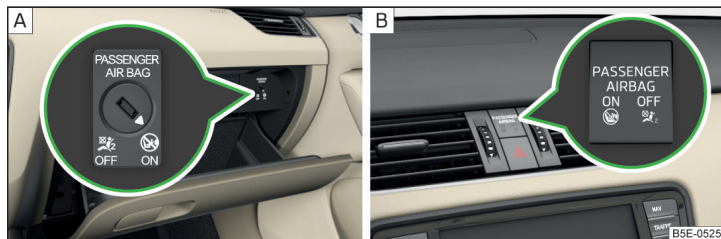

Fig. 14 Commutateur à clé pour l'airbag frontal du passager avant / témoin de désactivation de l'airbag frontal du passager avant
Le commutateur à clé permet de désactiver l'airbag frontal du passager » fig. 14 à la page 20 - A.
Positions de l'interrupteur à clé » fig. 14 - A
- › À l'aide de la clé, amenez la fente du contacteur de l'airbag doucement sur la position » fig. 14 A **OFF**.
- › Vérifiez si, après avoir mis le contact, le voyant **OFF**  est allumé dans l'inscription **PASSENGER AIRBAG** » fig. 14 - B.
- › À l'aide de la clé, amenez la fente du contacteur de l'airbag doucement sur la position » fig. 14 A **ON**.
- › Vérifiez si, après avoir mis le contact, le voyant **ON**  est allumé dans l'inscription **PASSENGER AIRBAG** » fig. 14 - B.